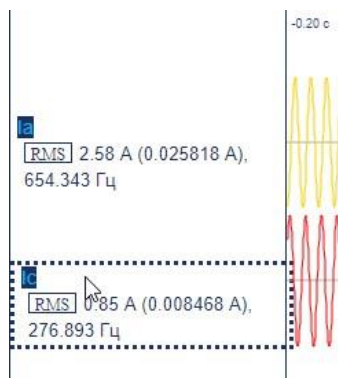

Рисунок 17 – Выбор сигналов
3.5.4.5 Выбор сигналов производится нажатием ЛКМ на названии сигнала в списке сигналов главного окна Программы (см. рис. 5, поз. 10). Выбранные сигналы выделяются инвертированием цветов шрифта и фона строк, содержащих названия сигналов (рис. 17).